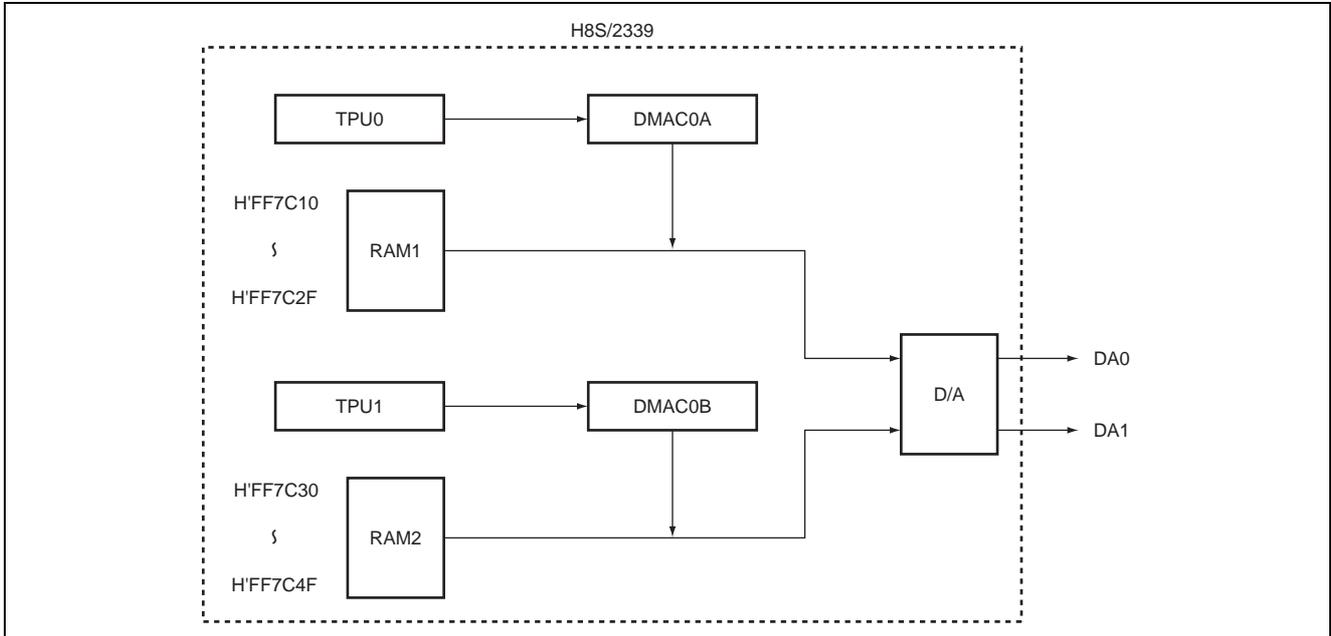

図 1 D/A 変換ブロック図
- (1) 図 1 に示すように TPU の ch0, 1 で DMAC を起動し、RAM に格納したデータを D/A 変換します。
- (2) RAM エリアは、H'FF7C10～H'FF7C4F です。
- (3) H8S/2339 の内部動作周波数は約 20MHz (19.6608MHz) で使用します。